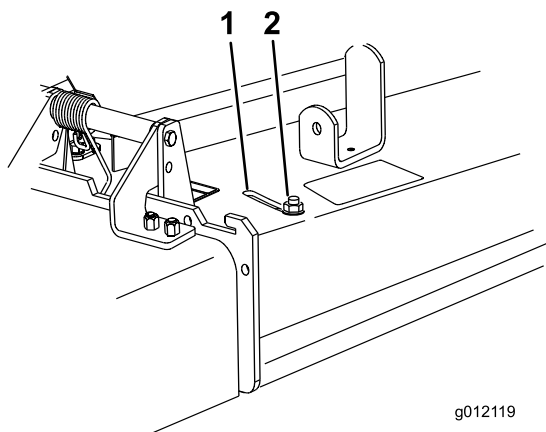

Figura 31
- Para ajustar el deflector, afloje la tuerca (Figura 31).